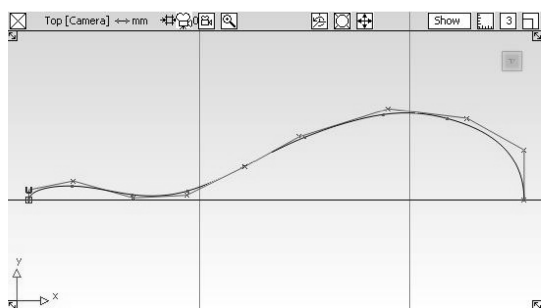

图 3-94 挂带形状曲线
- 48 通过【ViewCube】工具切换到【Top】正交视图，选择【New CV Curve】工具，创建一条挂带的形状曲线，通过栅格捕捉功能，使其端点和尾点位于 X 轴，选择【Pick CV】工具，然后选择【Move】工具，对曲线进行修改，最终效果如图 3-94 所示。